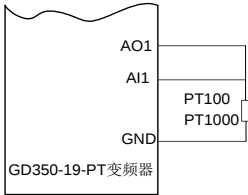

图 5-12 模拟量端口与 PT100/PT1000 接线
- 步骤1 按照图 5-12 连接好 PT100/PT1000。